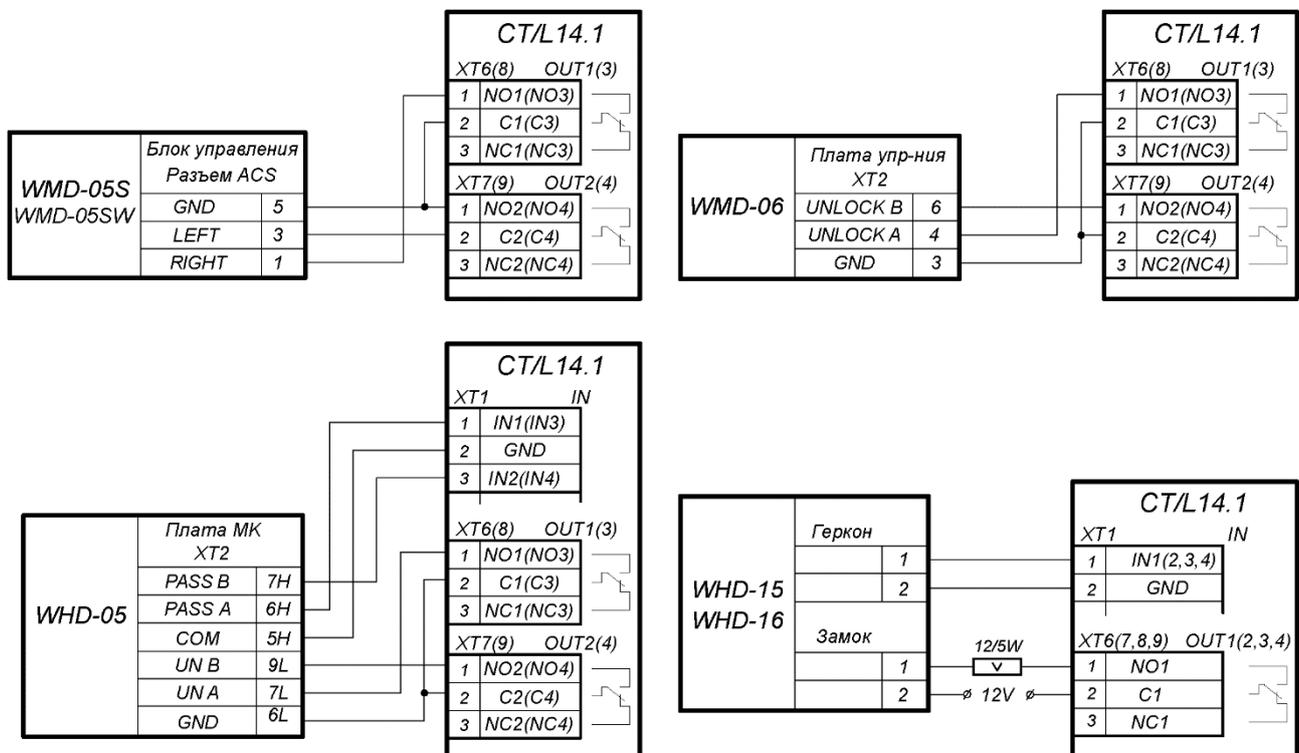

Рисунок 8. Схемы подключений калиток
4. Калитка (блок управления калиткой) №1 подключается к клеммным колодкам **XT1**, **XT6**, **XT7** нижней платы контроллера в соответствии со схемой для данного типа калитки (см. рис. 8Рисунок 8).
5. Калитка (блок управления калиткой) №2 подключается к клеммным колодкам **XT1**, **XT8**, **XT9** нижней платы контроллера в соответствии со схемой для данного типа калитки (см. рис. 8).